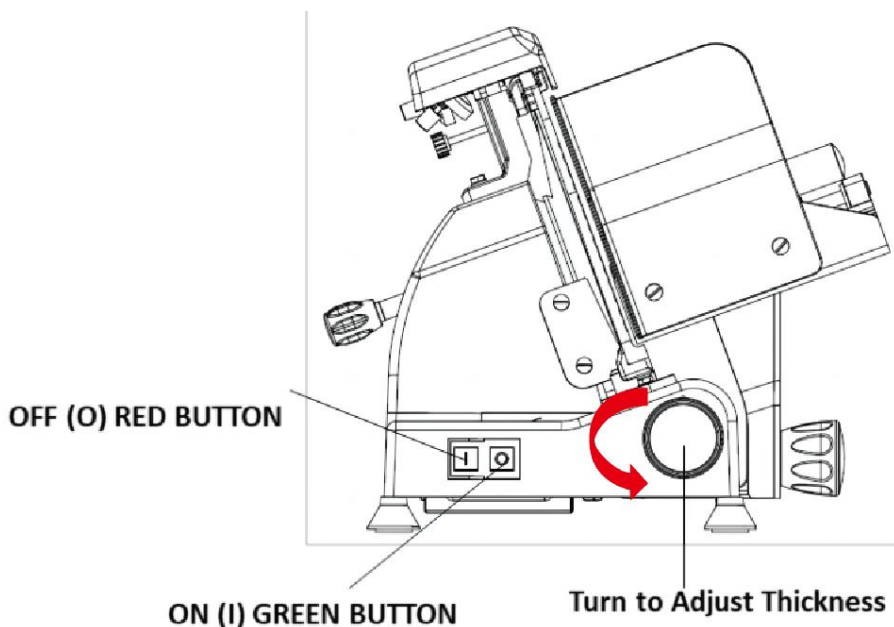

Fig. 2
(Voir Fig. 2)
17. Pour éteindre la trancheuse à viande, appuyez sur le bouton rouge « O ». (Voir Fig. 2)
19. Placez un plateau ou une assiette derrière la trancheuse à viande et sous la lame (pièce ⑧) pour récupérer les aliments tranchés lorsqu'ils sortent de la zone de la lame.
20. Tenez la poignée du poussoir (pièce ⑪) avec votre main droite. Protégez vos mains derrière le poussoir ⑤ .
23. Une fois terminé, éteignez la trancheuse à viande (0) en appuyant sur le bouton rouge. (Voir Fig. 2)
25. Pour des raisons de sécurité, tournez toujours le bouton de réglage de l'épaisseur (pièce ②) sur la position « O » après utilisation pour protéger correctement le bord tranchant de la lame (⑧).